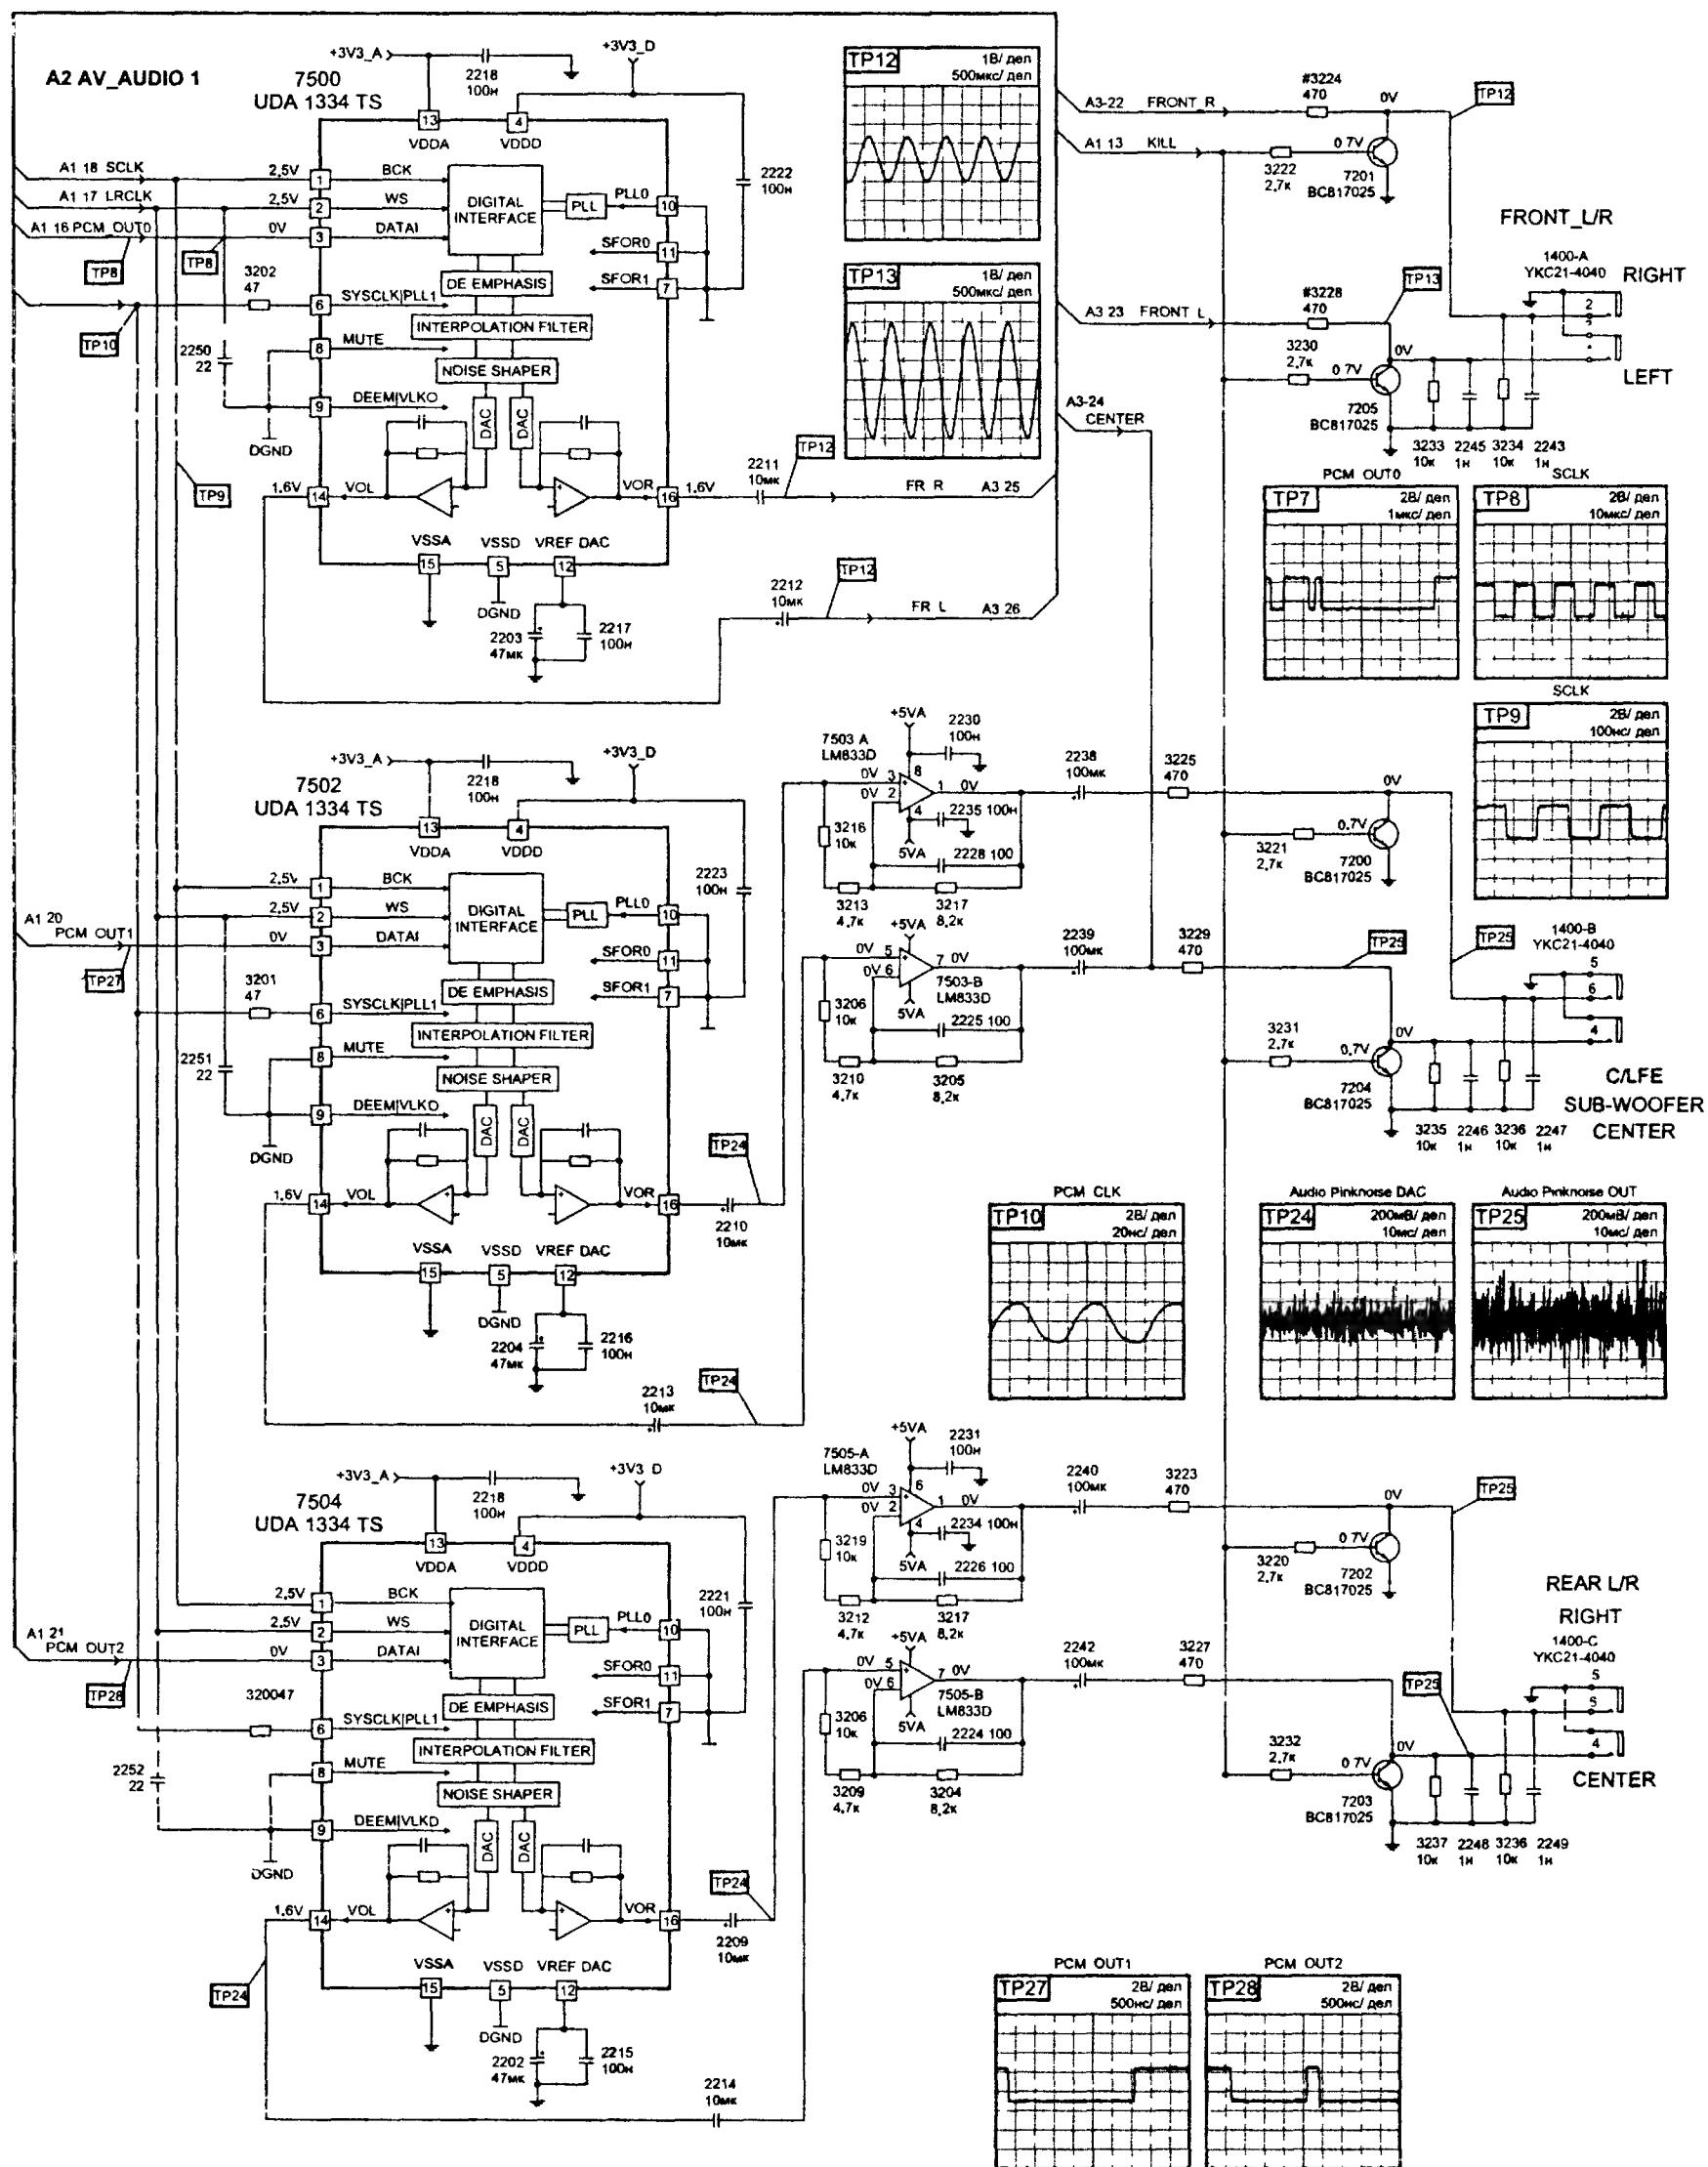

Рис. 5.11. Принципиальная схема узла A2 AV_AUDIO1
- A2 AV_AUDIO1 (рис. 5.11);
Узел A2 AV_AUDIO1 (рис. 5.11) содержит три ЦАП, четыре усилителя выходных сигналов и шесть транзисторных ключей, а также шесть выходных аудиоразъемов.